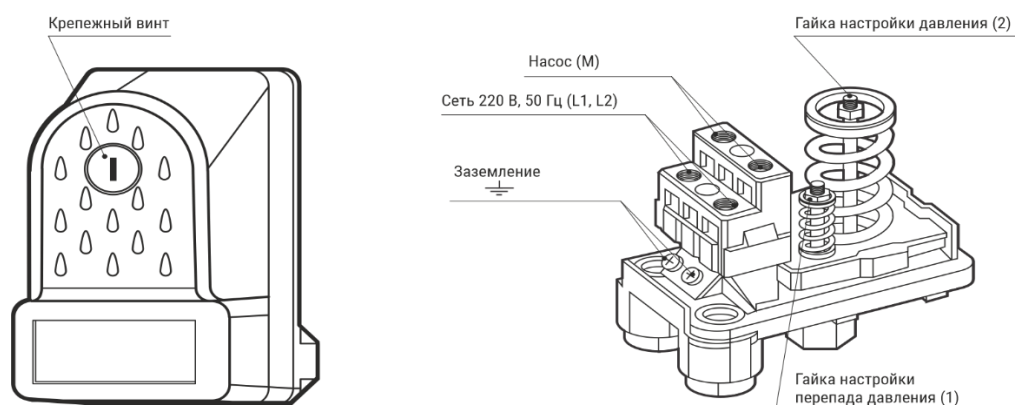

Рисунок 2
- открутить крепежный пластмассовый винт (рисунок 2), снять крышку реле. Регулировка верхнего и нижнего предела давления РД-5 осуществляется гайкой (2), фиксирующей положение пружины (рисунок 3). Чтобы увеличить значение верхнего и нижнего предела давления, необходимо закручивать гайку по часовой стрелке.
Гайка (1) предназначена для регулировки перепада давления путем изменения нижнего предела (рисунок 2). Чтобы уменьшить перепад давления, необходимо отвернуть гайку против часовой стрелки, тем самым ослабив пружину. Чтобы увеличить перепад давления, необходимо закручивать гайку по часовой стрелке.